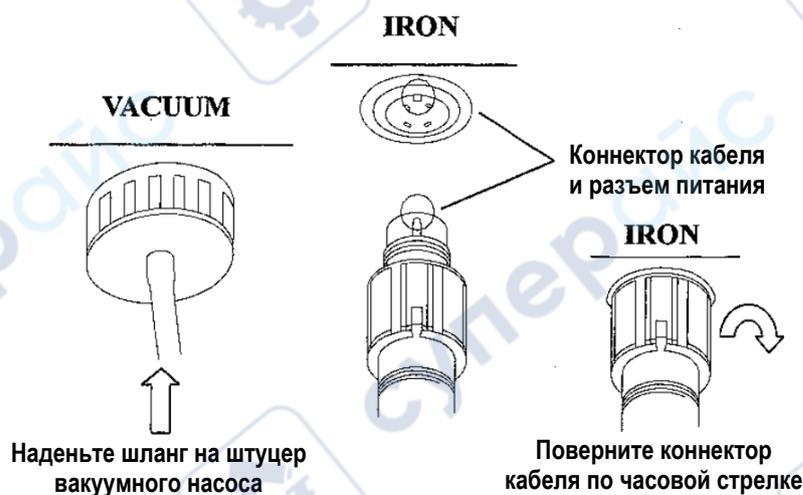

Рисунок 1
- Подключите кабель питания в разъем питания IRON (см. рисунок 1).